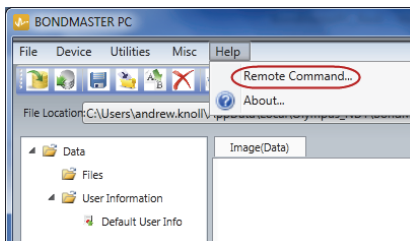

Figura 7-11 Selezione di Remote Command
- ◆ Nel menu **Help** (aiuto), selezionare **Remote Command** (comando remoto) [vedere Figura 7-11 a pagina 198].